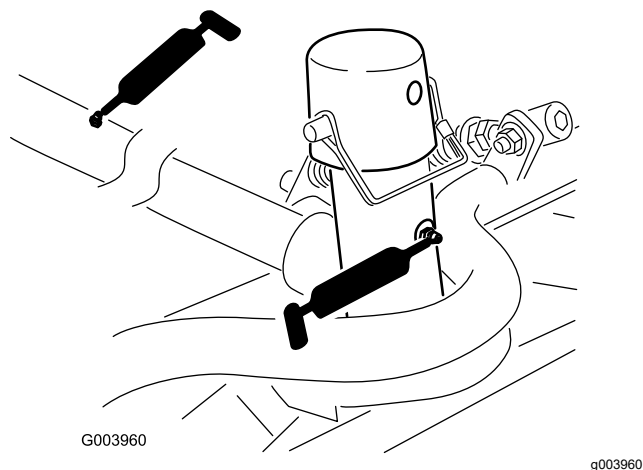

Рисунок 75
- Несущая рама и ось поворота режущего блока (по 2 шт.) (Рисунок 75)